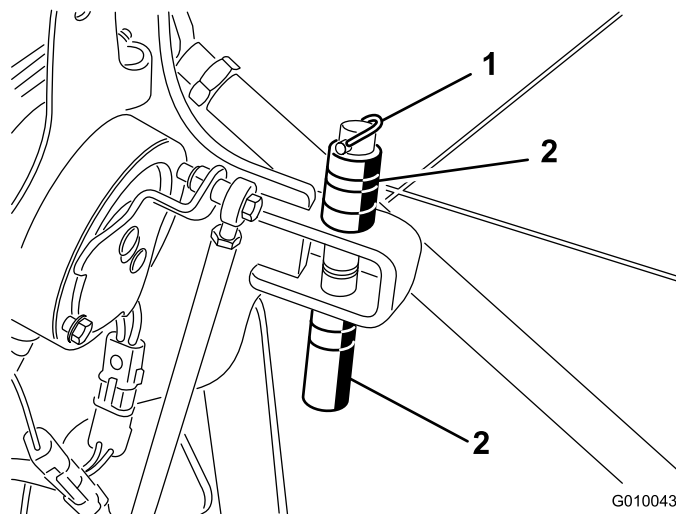

Рисунок 28
- Снимите шплинт, который удерживает проставки и пальцы фиксации глубины (Рисунок 28).